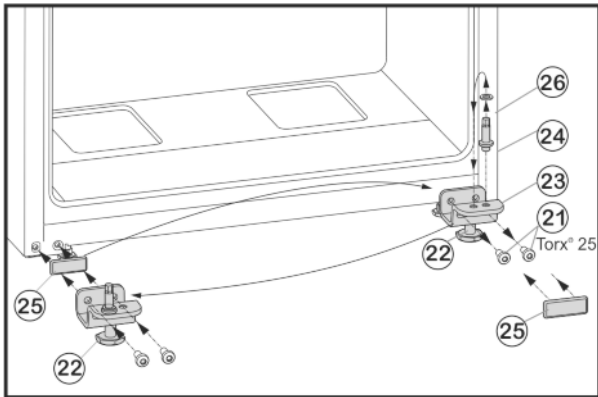

Fig. 8
- ▶ Открутите крепежные винты Fig. 8 (21).
- ▶ Снимите нижний опорный кронштейн Fig. 8 (23) вместе с опорным пальцем Fig. 8 (24), шайбой Fig. 8 (26) и регулируемой опорой Fig. 8 (22).
- ▶ Открутите опорный палец Fig. 8 (24) вместе с шайбой Fig. 8 (26) и, переставив в отверстие на противоположной стороне опорного кронштейна, снова прикрутите.
- ▶ Аккуратно снимите защитную пластину Fig. 8 (25) и переставьте ее на противоположную сторону.
- ▶ Прикрутите нижний опорный кронштейн Fig. 8 (23) вместе с опорным пальцем Fig. 8 (24), шайбой Fig. 8 (26) и регулируемой опорой Fig. 8 (22) с новой стороны шарнира (с моментом 4 Нм), при необходимости используйте аккумуляторный шурупверт.
- ▶ Установите дверь сверху на опорный палец Fig. 8 (24).
- ▶ Выверните регулируемую опору Fig. 8 (22) на нижнем опорном кронштейне Fig. 8 (23) до ее соприкосновения с полом.